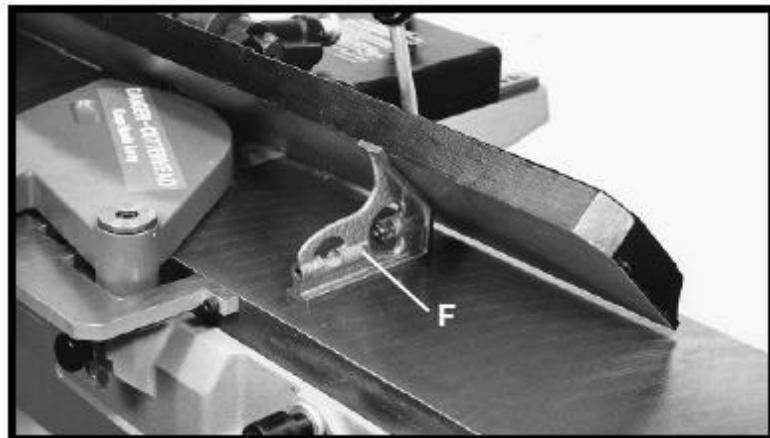
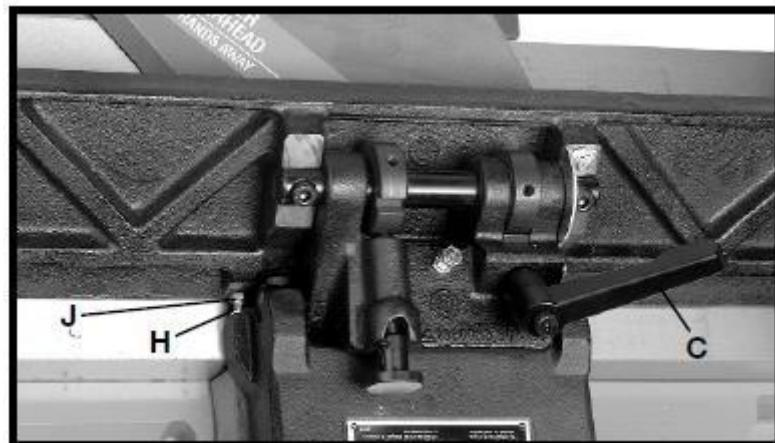

Рис. 32
Рис. 33
4. Наклонить параллельный упор как можно дальше вовнутрь и с помощью комбинированного угольника (F), рис. 32, проверить, чтобы угол наклона параллельного упора составлял 45° , как показано на рисунке. При необходимости в регулировке ослабить контргайку (H), рис. 33, и вворачивать или выворачивать регулировочный винт (J) до тех пор, пока угол наклона параллельного упора не составит 45° , и затянуть контргайку (H). Затем затянуть фиксирующую рукоятку (C).